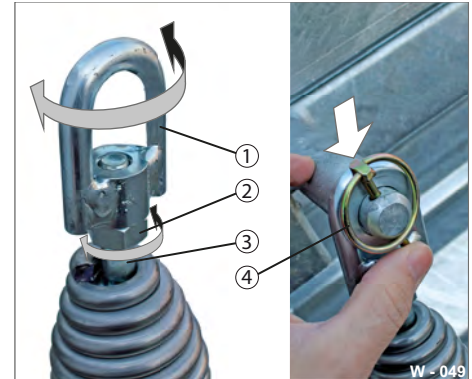

Abb. 48 Hebefeder justieren / einbauen
- ▶ Lösen Sie die Kontermutter (Abb. 48/2) auf.
- ▶ Schrauben Sie die Zugöse (Abb. 48/1) weiter in das Gestänge (Abb. 48/3) ein.